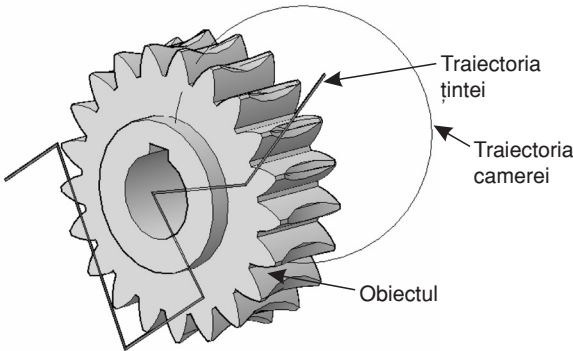

Fig. 8.17 Definirea traiectoriilor de mișcare
1. Se desenează două obiecte care vor constitui traiectoriile camerei și „țintei”. Se aleg: pentru mișcarea camerei, un cerc, iar pentru mișcarea „țintei”, o curbă *spline* – vezi Fig. 8.17.
3. Din secțiunea *Camera*, se selectează butonul radio **Path**. Se acționează apoi butonul **Select Path** și se selectează cercul – Fig. 8.17.